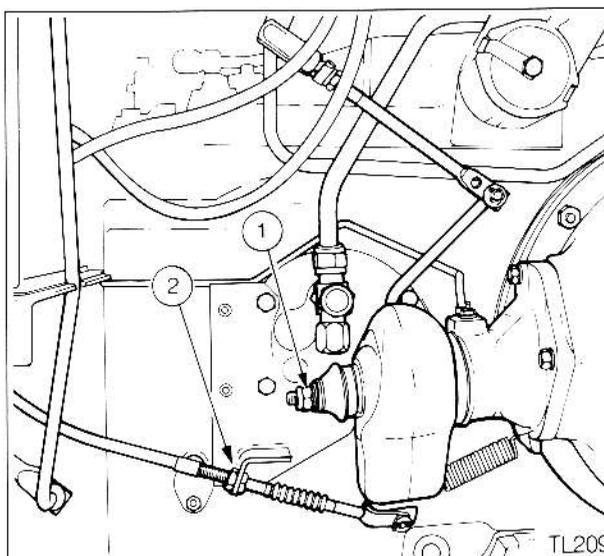

Fig 103
4. Si un réglage est nécessaire, faire tourner l'écrou 19 mm AF sur la tige de commande de frein arrière gauche (1 Fig. 103) en sens horaire pour réduire la course et en sens inverse horaire pour l'augmenter.
7. Finalement, avec le frein de stationnement relâché, éliminer tout mou dans le câble de frein en agissant sur les écrous de réglage (2 Fig. 103).